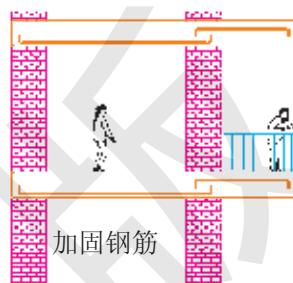

图 1-34
7. 参看图 1-34,说明为什么楼板的加固钢筋加在楼板横梁的下部,而阳台的加固钢筋加在阳台横梁的上部?